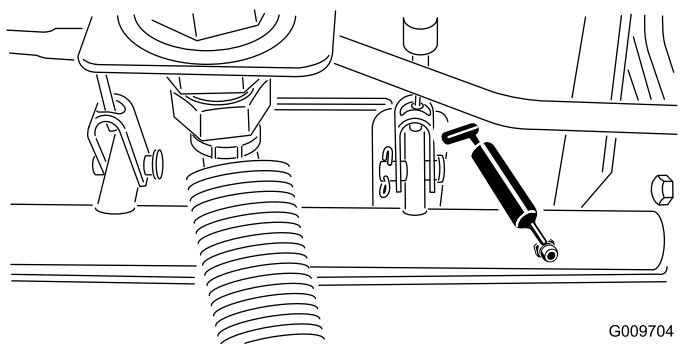

Figure 67
- Roulements de pivot d'axes de freins (5); voir Figure 67.